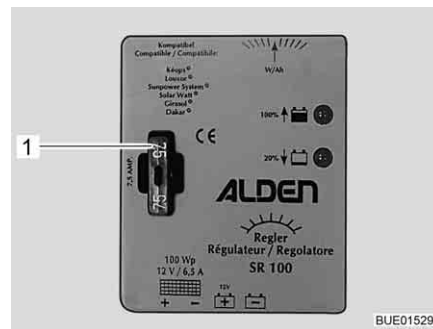

Fig. 146 Fusible del regulador de carga solar 100 W
- Cambiar el fusible plano 5 A/marrón claro (Fig. 146,1).